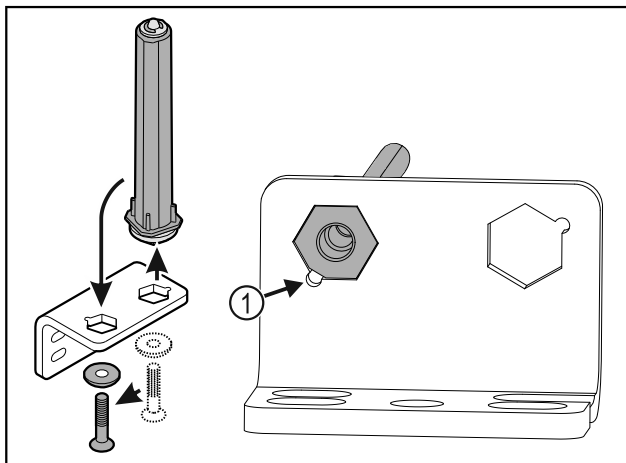

Fig. 35
- ▶ Звертати увагу на те, щоб при вставці нахил пальця Fig. 35 (1) показував на круглий отвір.